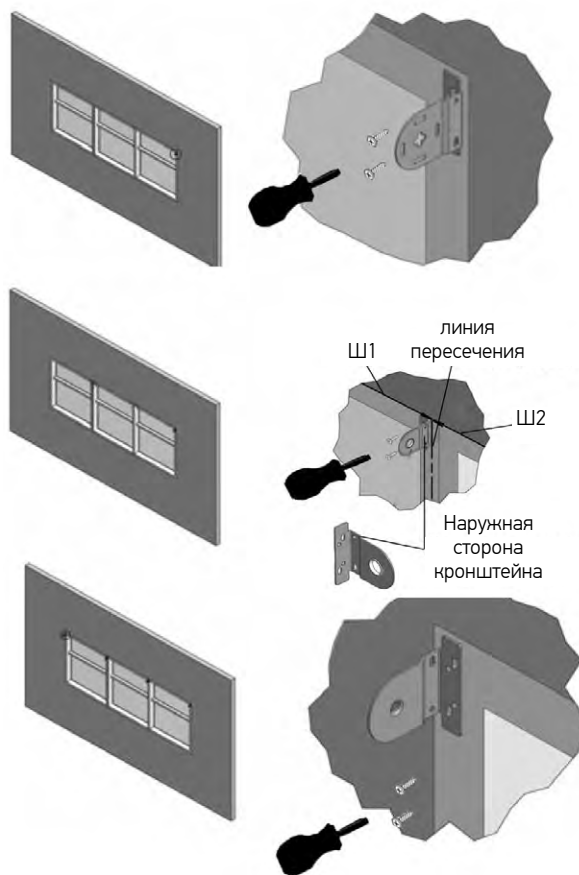

Рис. 9. Установка кронштейнов для MONO LVT
4. Вставить заглушки со звездой в промежуточный кронштейн (Рис. 9).
5. Установить правое сначала в промежуточный кронштейн, а затем в правый кронштейн так, чтобы крючок на торце был направлен вертикально вниз (Рис. 9).
6. Установить левое изделие сначала в промежуточный кронштейн, а затем в левый кронштейн так, чтобы крючок на торце был направлен вертикально вниз (Рис.9).
2. Разметить предполагаемые места установки кронштейнов, расстояние между которыми является шириной готового изделия. Место установки промежуточных кронштейнов размечать таким образом, чтобы их наружная сторона оказалась на линии, до которой велись измерения при замере (Рис.9).